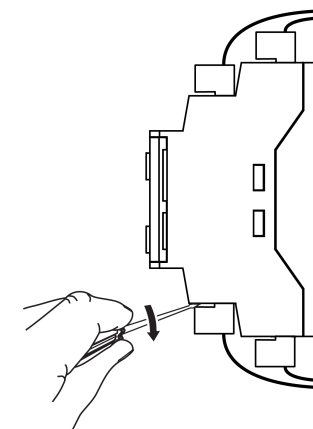

Рисунок 4.3 – Отсоединение съемных частей клемм
1. Отсоединить съемные части клемм от прибора (см. рисунок 4.3).